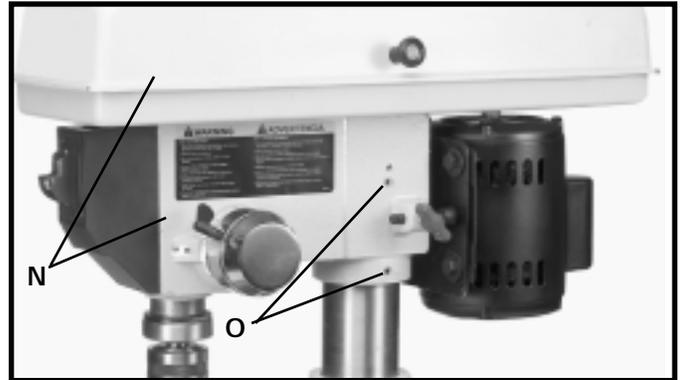
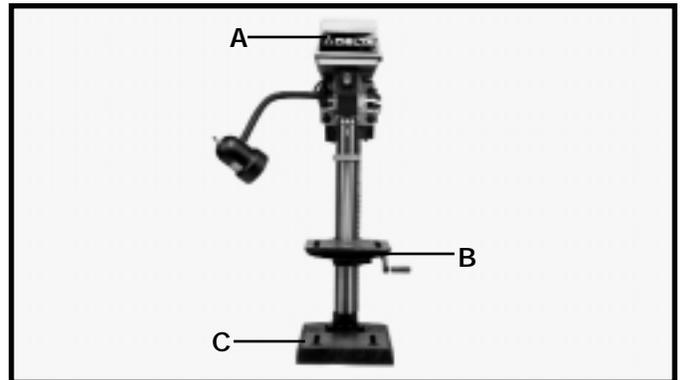

Fig. 13
Fig. 13A
8. Placez la tête de la perceuse à colonne (N) fig. 13 sur la colonne en l'emboîtant aussi loin que possible. Alignez la tête (A) fig. 13A avec le plateau (B) et le socle (C). Serrez les deux vis (O) fig. 13 de blocage de la tête, avec la clé fournie.